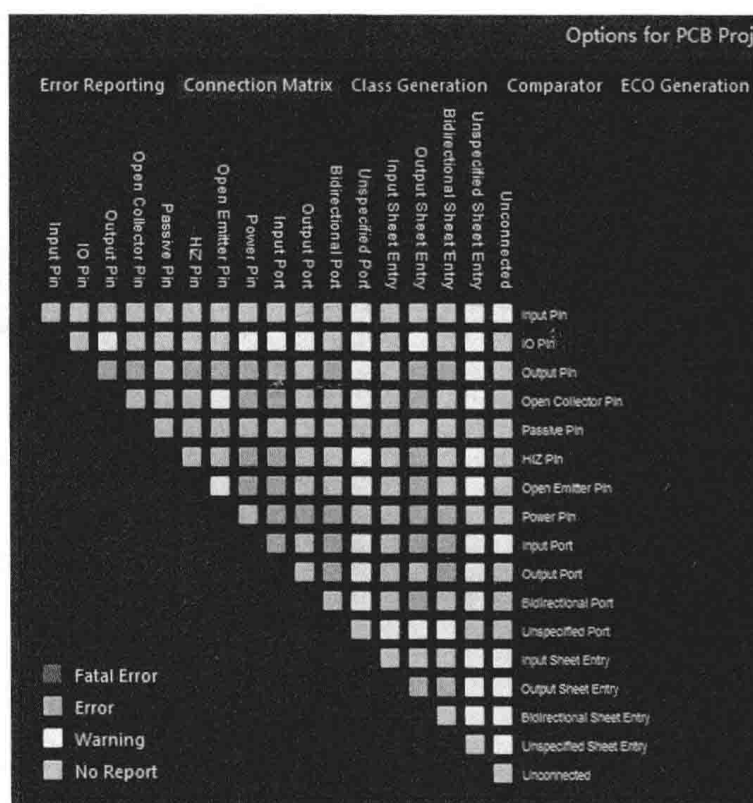

图 1.1.7 Connection Matrix 选项卡
Options for Project 对话框中的 Connection Matrix (连接矩阵) 选项卡 (图 1.1.7) 显示的是错误类型的严格性, 将在设计运行电气连接检查时产生错误报告, 如引脚间的连接、元件和图样输入等是否存在错误。这个矩阵给出了在原理图中不同类型的连接点以及这些连接点是否被允许的一个图表描述。
(1) 单击 Options for Project 对话框的 Connection Matrix 选项卡, 如图 1.1.7 所示。